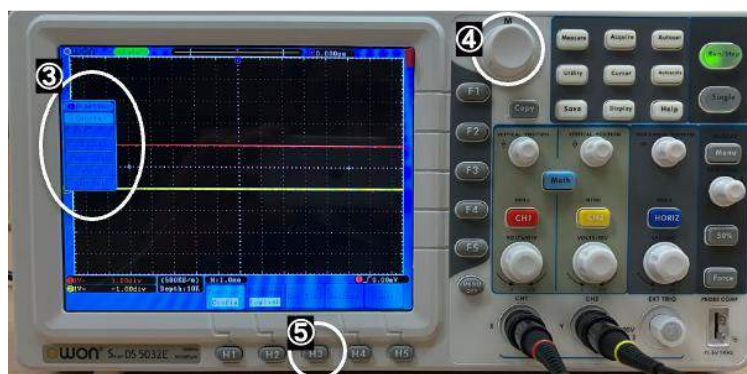

図 3-9. オシロスコープの初期設定(2)
- (2) 図 3-9 のように画面左に③Function メニューが現れるので、④M ダイヤルを回し (反時計回りに回すとハイライト表示された項目が下に移動, 時計回りに回すと上に移動), Adjust を選択しなさい。すると、画面下の H1 ボタンが Function[Adjust]となり、⑤H3 が Default ボタンとなる。そこで、⑤H3(Default)ボタンを押すと、カチャッと音がして初期設定され、画面のように赤, 黄の 2 本のラインが現れる。現れない場合は再度⑤H3 ボタンを押しなさい。